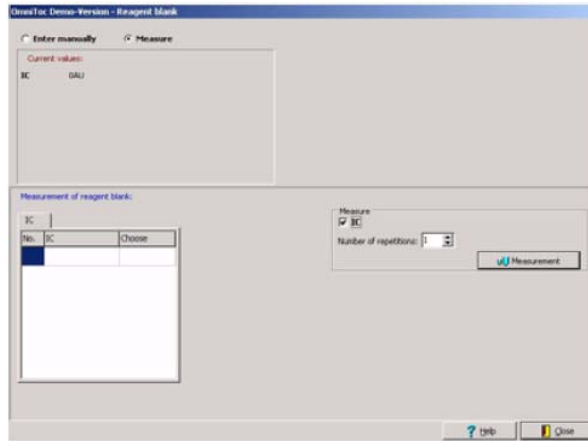

图45 Reagent Blank（试剂空白）窗口——Automatic Measurement（自动测定）
1. 选择**Measurement>Reagent Blank Value**（测量>试剂空白值）打开**Reagent Blank**（试剂空白）窗口（图45）。